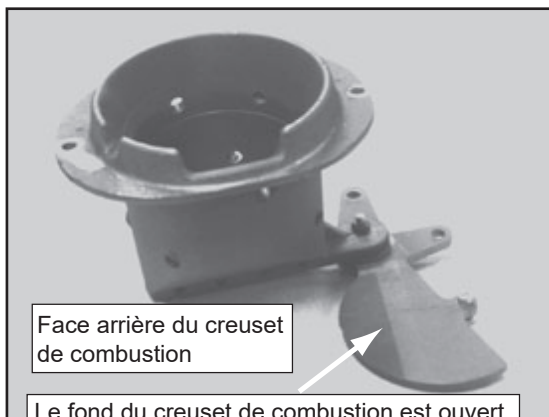

Figure 19.1
- c. Fermez complètement la plaque de fond du creuset de combustion quand vous avez terminé. **Figure 19.1.**